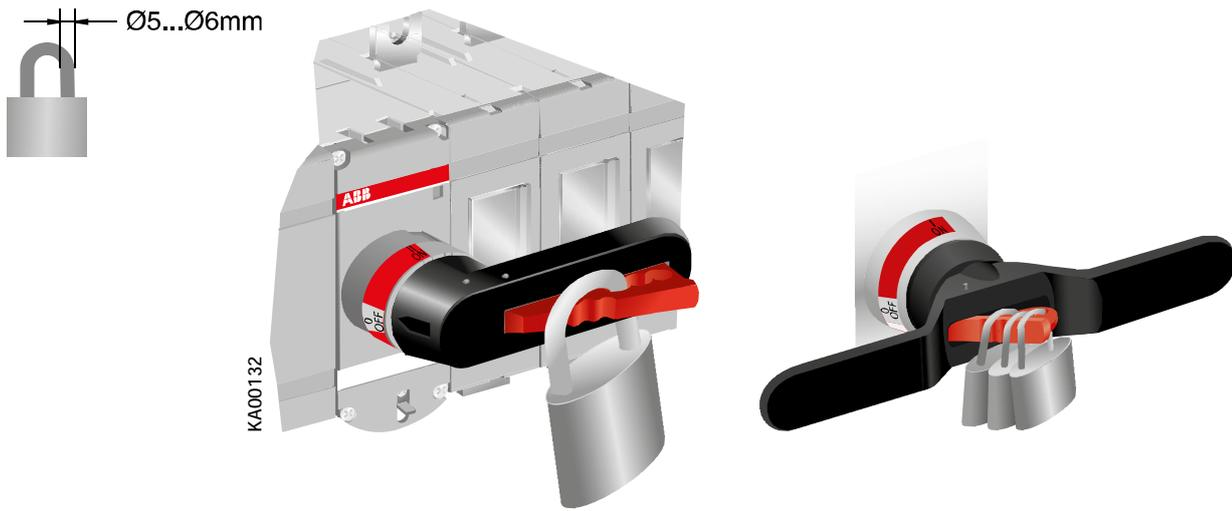

Рис. 7.21. Блокировка ручного управления
2. Вытяните фиксатор из рукоятки и установите в нем висячий замок, см. рис. 7.21.